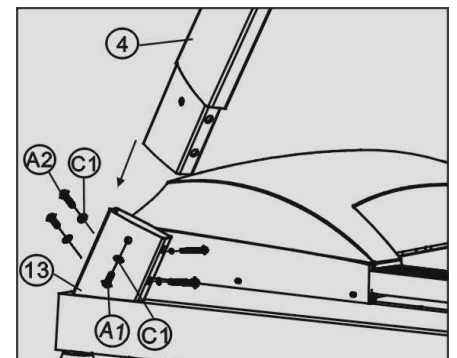

Figure 1
Steek de linker verticale buis (4) in het frame (13), en bevestig deze aan het frame met behulp van vier halfronde M8X16 bouten (A2), één halfronde M8X40 bout (A1) en vijf platte ringen  $\Phi$ 8 (C1). Draai alle onderdelen niet te stevig aan (zie afbeelding 1).
- B. Steek de rechter verticale buis (5) in het frame (13), en bevestig deze aan het frame met behulp van vier halfronde M8X16 bouten (A2), één halfronde M8X40 bout (A1) en vijf platte ringen  $\Phi$ 8 (C1). Draai alle onderdelen niet te stevig aan (zie afbeelding 1).